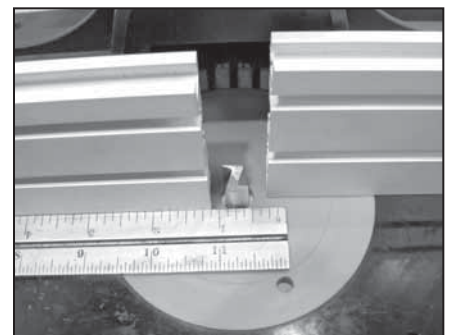

Figure 20
5. Placer le bord droit le long de la face du guide excentré. Desserrer le guide principal et ajuster l'ensemble jusqu'à ce que le bord droit entre en contact avec le foret. Régler l'ouverture du guide au plus petit diamètre possible sans qu'elle n'entre en contact avec le foret. Fixer le guide principal en place. Voir la figure 20.